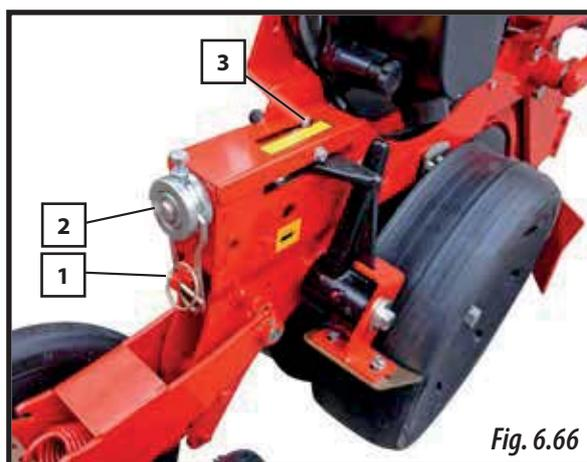

Fig. 6.66
- 1- sacar el pasador (1, Fig. 6.66), para liberar la manivela (2, Fig 6.66).
- 2- Girar la manivela, hasta situar la profundidad de siembra deseada, para ello ayúdense del indicador de profundidad (3, Fig. 6.66).
- 3- Una vez establecida la profundidad bajar la manivela (2, Fig. 6.66), y colocar el pasador (1, Fig. 6.66) para fijar la profundidad de siembra.